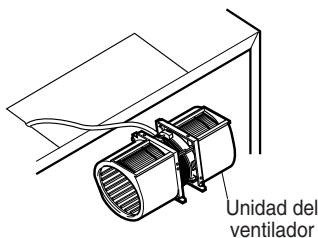

Figura 20
4. Gire la unidad del ventilador 90°, de modo que los puertos de escape queden frente a la parte superior del gabinete. Consulte la Figura 20.